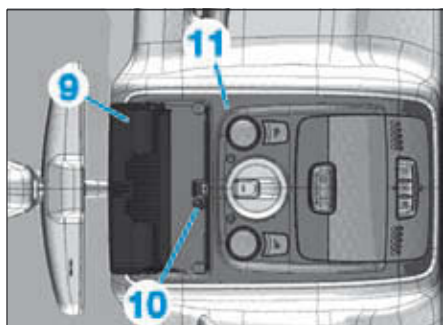

FIG. 41
- Basculer le porte-lunette (9) (Fig.41).
- Déposer la vis de fixation (10).
- Déposer le plafonnier avant (11) après avoir débranché les connecteurs attenants.